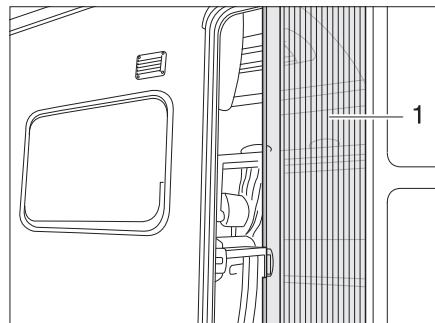

Fig. 25 Protezione contro gli insetti
*Apertura:* ■ Estrarre completamente la protezione contro gli insetti mediante la maniglia (Fig. 25,1).
*Chiusura:* ■ Far rientrare la protezione contro gli insetti mediante la maniglia (Fig. 25,1).